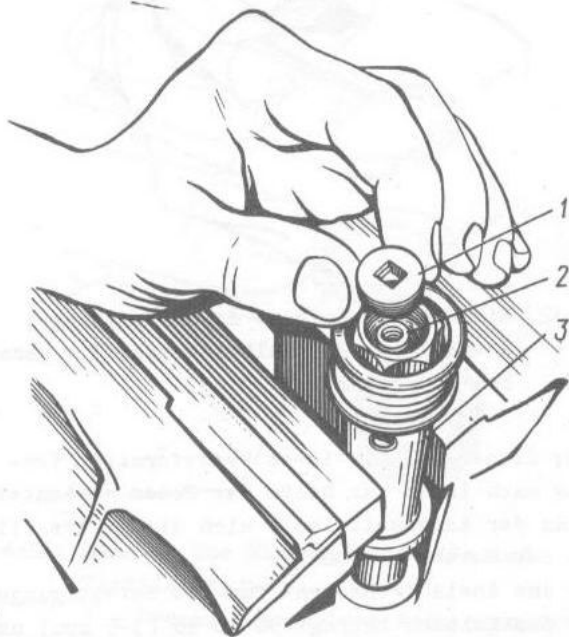

Bild 4-35. Einsatz der Niederdruckventilfeder:
- beim Einbringen des Niederdruckventils mit Feder 2 (Bild 4-35) an Stange 3 hat man auf die Lage der Sperrscheibe 18 (siehe Bild 4-17) zu